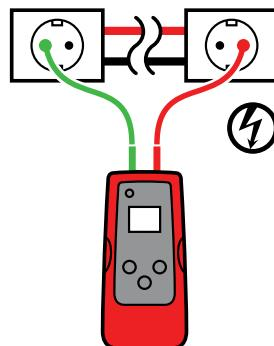

Figura 3.1a
2. Collegare il cavo rosso al cavo Linea sotto tensione (sul lato carico del sistema). Il segnale sarà trasmesso SOLTANTO tra la presa a cui è collegato il trasmettitore e la sorgente di alimentazione (vedi Figura 3.1a). (Fare riferimento alla sezione 2.2 per ulteriori spiegazioni).